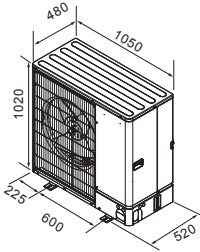

Fig. 2-2
2.3. Ulkomitat (ulkoyksikkö) (Fig. 2-2)